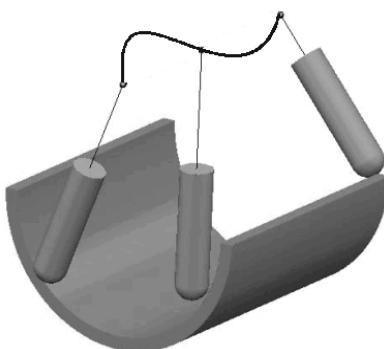

图 2-193 自曲线
(8)自曲线 自曲线是指刀具刀尖总是远离用户定义的曲线，如图 2-193 所示。